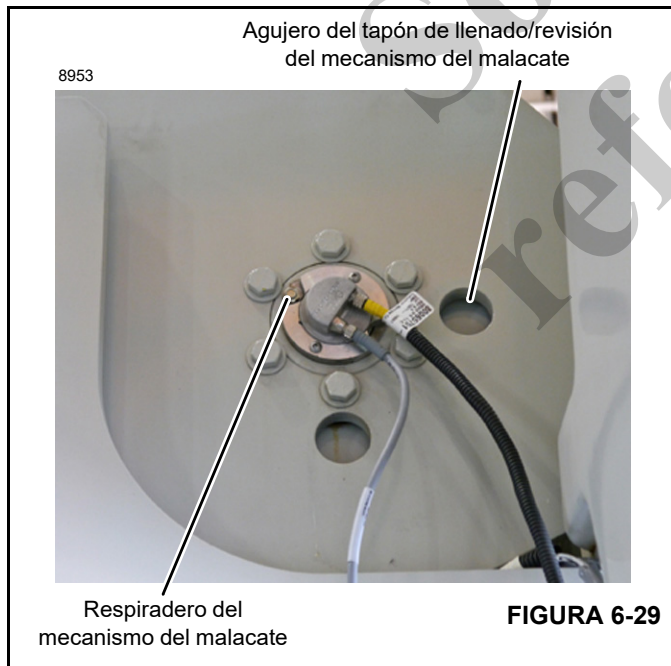

FIGURA 6-29
- a. Gire el tambor del malacate hasta que el tapón (Figura 6-29) esté en el agujero de llenado/revisión en el bastidor del malacate.